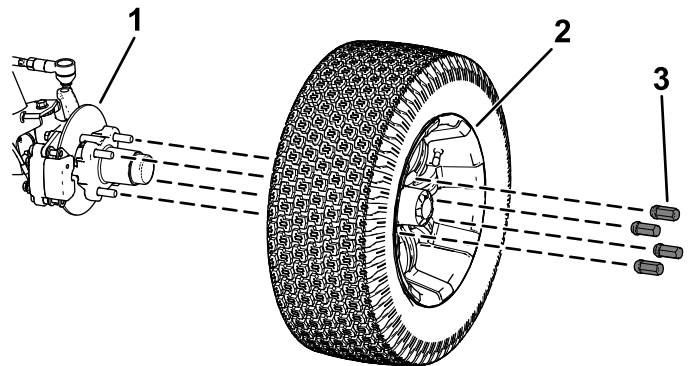

Figura 34
2. Îndepărtați cele 4 prezoane care fixează roata pe butuc (Figura 34).
- Aliniați orificiile din roată cu tifturile butucului i montați roata pe butuc cu tija supapei spre exterior (Figura 34).
- Fixai roata pe butuc utilizând prezoanele (Figura 34).